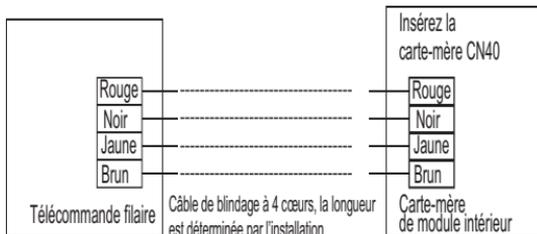

Figure 2 – Schéma de raccordement du câblage
13. Raccordez le fil de la carte-mère principale (voir fig. 2).